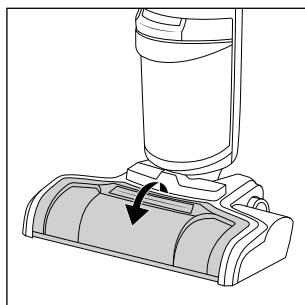

Fig. 33
- ◆ Hold på sprøjtebeskyttelsen ⑦ øverst på gribekanten (PULL) og træk den frem for at fjerne den fra bunddelen ③ (se fig. 33).